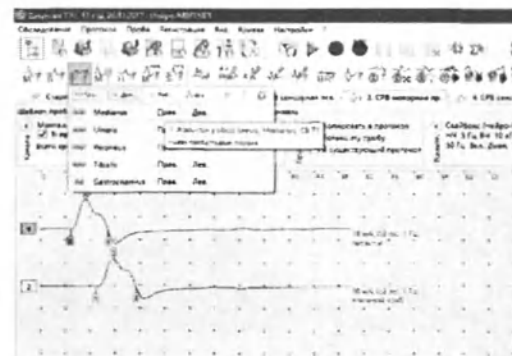

Рис. 130. Создание пробы «F-волна» из меню быстрого запуска
- Первый способ — активация кнопки «F-волна» в меню быстрого запуска (рис. 130).